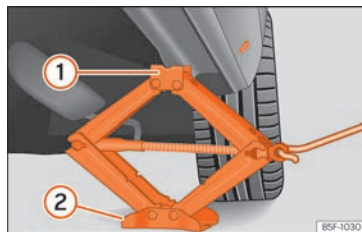

Abb. 46 Längsholm: Wagenheber ansetzen.
- Drehen Sie die Kurbel des unter dem Aufnahmepunkt des Längsträgers befindlichen Wagenhebers*, bis sich die Nase ① »» **Abb. 46** unter der vorgesehenen Einführung befindet.
- Richten Sie den Wagenheber* so aus, dass sein Aufnahmehorn ① in die dafür vorgesehene Aufnahme am Längsträger „greift“ und die bewegliche Grundplatte ② plan auf dem Boden aufliegt. Die Bodenplatte ② muss sich dabei senkrecht unter dem Aufnahmepunkt ① befinden.